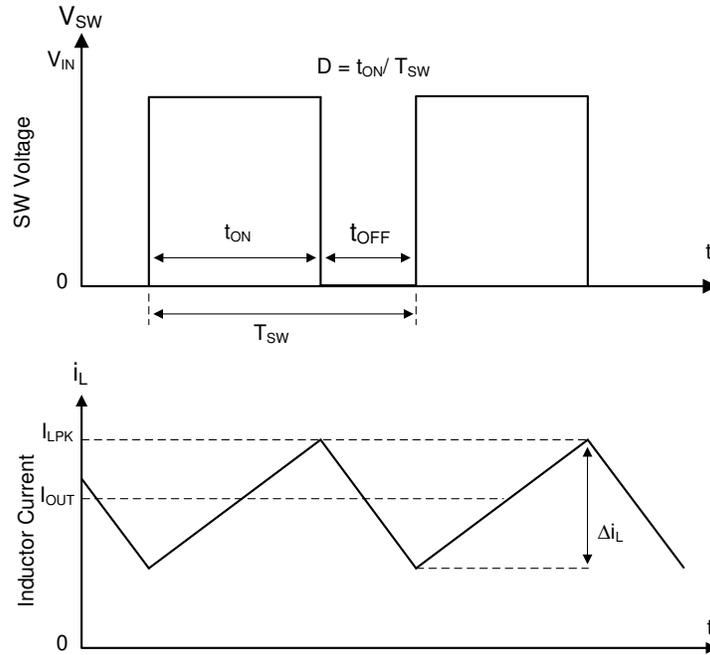

图 8-1. 连续导通模式 (CCM) 下的 SW 节点和电感器电流波形
有关 LMR514x0 的以下运行说明，请参阅 功能方框图 和 图 8-1 中的波形。LMR514x0 是一款同步降压转换器，具有集成式高侧 (HS) 和低侧 (LS) 开关 (同步整流器)。LMR514x0 通过使用受控的占空比打开高侧和低侧 NMOS 开关，来提供稳定的输出电压。高侧开关导通期间，SW 引脚电压上升至约  $V_{IN}$ ，电感器电流  $i_L$  以线性斜率  $(V_{IN} - V_{OUT})/L$  增加。当高侧开关被控制逻辑断开时，低侧开关在经过反击穿死区时间后将会导通。电感电流通过低侧开关以斜率  $V_{OUT}/L$  放电。降压转换器的控制参数为占空比  $D = t_{ON}/T_{SW}$ ，其中  $t_{ON}$  是高侧开关导通时间， $T_{SW}$  是开关周期。转换器控制环路通过调整占空比  $D$  来维持恒定的输出电压。在可忽略损耗的理想降压转换器中， $D$  与输出电压成正比，与输入电压成反比： $D = V_{OUT}/V_{IN}$ 。